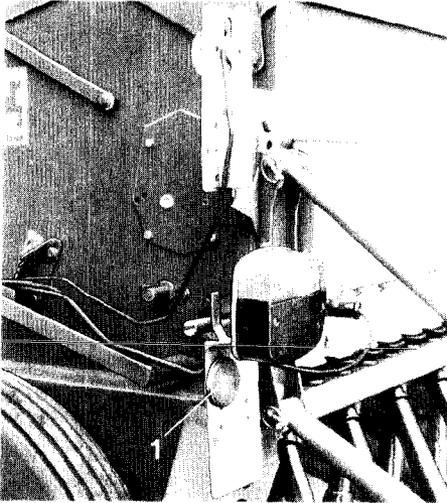
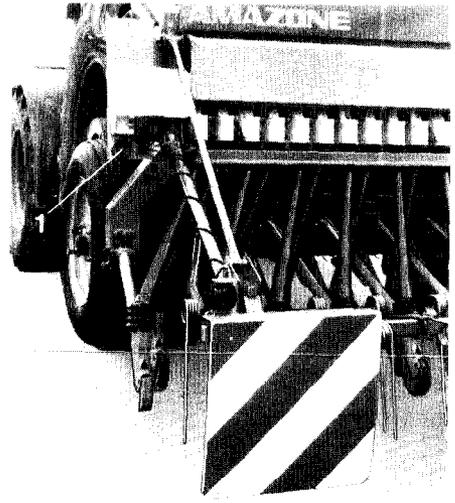

Fig. 26
Fig. 26a
- Die gesetzlich zugelassene Beleuchtung auf die seitlich befestigten Leuchenträger aufstecken (Fig. 26), und zwar oben in Fahrtrichtung und unten für die Beleuchtung nach hinten. Sämaschine nur so hoch anheben, daß der Abstand von der Fahrbahn zu den Rückstrahlern (Fig. 26/1, Fig. 26a/1) 900 mm nicht überschreitet. Die Figur 26a zeigt die fest montierte Beleuchtung (Bestell-Nr.30690), die auch auf dem Feld nicht abgenommen wird.